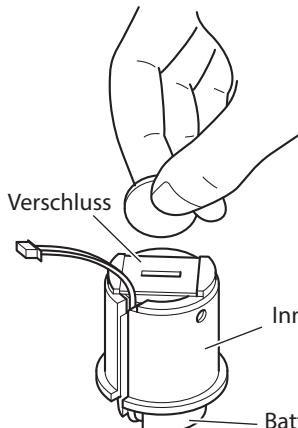

Abb. 23: Den Batterieverchluss entfernen
- 4** Drehen Sie den Verschluss des Batteriegehäuses mit einer Münze und nehmen Sie die Batterie heraus. (Abb. 23 und 24).